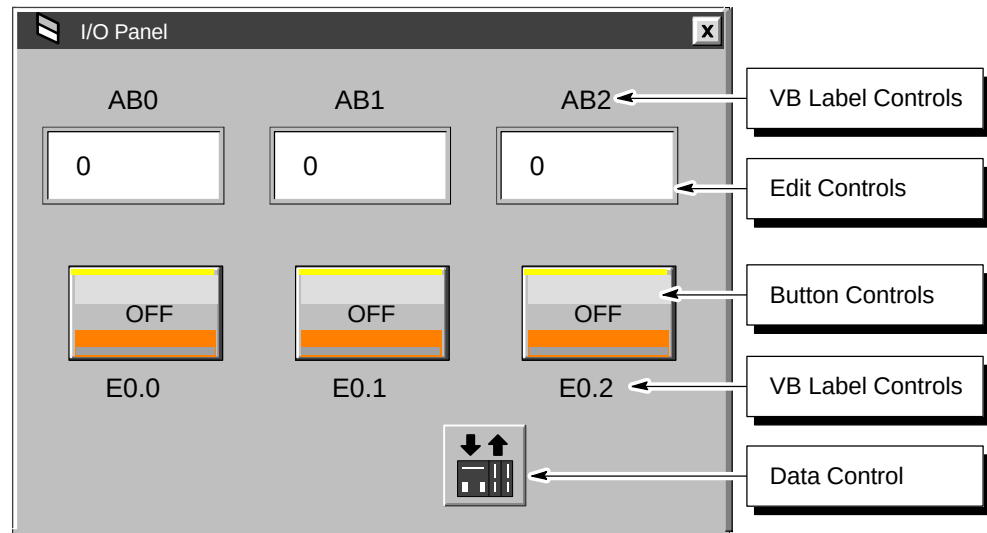

Bild 1-4 Beispiel für ein in Visual Basic erstelltes Bedienpanel
1. Fügen Sie ein Data Control, drei Edit Controls und drei Button Controls in das Arbeitsblatt in Visual Basic ein (siehe Bild 1-4).
2. Erstellen Sie VB Label Controls, um die Adresse, die Sie den einzelnen Controls zugewiesen haben, anzuzeigen (siehe Bild 1-4).